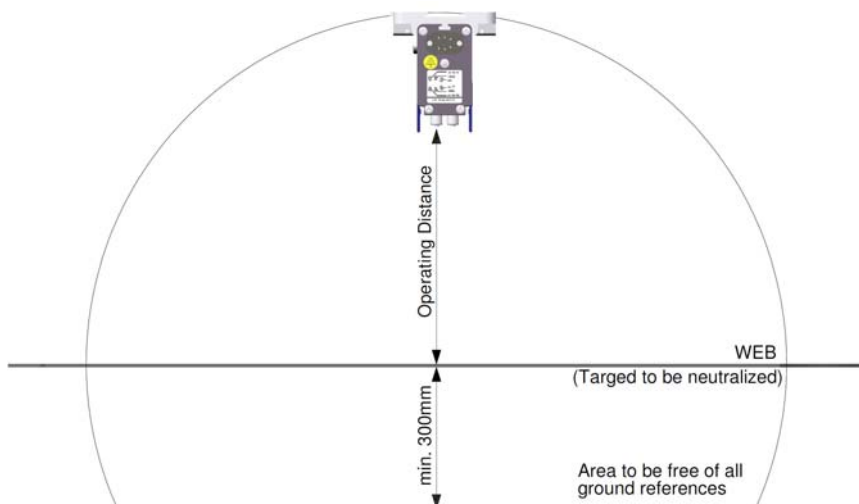

Figure 1
- Pour un résultat optimal, la barre ionisante doit être montée en suivant la figure 1.
- Installez la barre antistatique de sorte que les émetteurs soient dirigés vers le matériel à décharger. Utilisez le matériel de montage fourni, voir la figure 1 et 3.